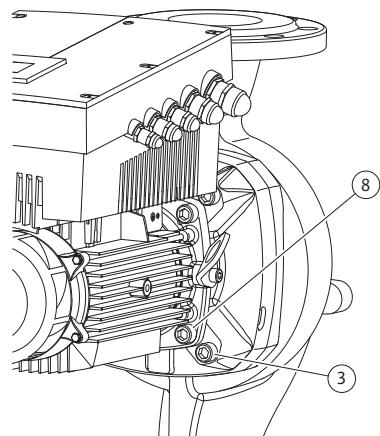

Fig. 52: Valgfritt feste av motor-løpehjulsenhet
11. Løsne og fjern skruene (Fig. 7, pos. 3). Alt etter pumpetype skal man ta for seg de ytre skruene (Fig. 52, pos. 3). Motor-løpehjulsenhet (se Fig. 13) forblir sikkert i pumpehuset etter at skruene er fjernet, det er heller ingen veltefare når motorakselen befinner seg i horisontal stilling.
16. Alt etter pumpetype løsner du skruene (Fig. 7, pos. 10) eller alternativt skruene (Fig. 52, pos. 8).
22. Skyv lanternen forsiktig inn over akselen, og posisjoner den i den gamle posisjonen ev. en annen ønsket, vinklet posisjon i forhold til motorflensen. Ta hensyn til de tillatte monteringsstillingene for komponentene (se kapittel 7.1 "Godkjente monteringsstillinger og endring av komponentplasseringen før installasjon" på side 19). Fest lanternen på motorflensen med skruene (Fig. 7, pos. 10) **eller** – ved pumpetyperne/lanternetyperne iht. (Fig. 52) – med skruene (Fig. 52, pos. 8).